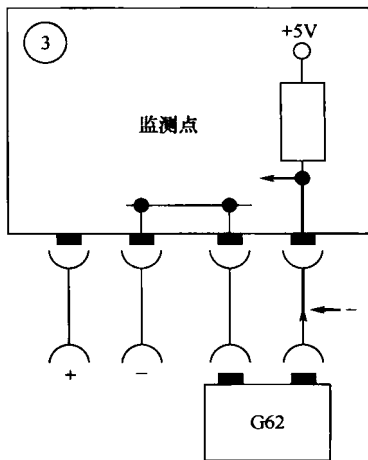

图 2-4 冷却液温度传感器接地短路
(3) 接地短路 控制单元输入给冷却液温度传感器上的电压为0V, 这个电压相当于温度值大于120℃。当接地短路时(如导线的绝缘材料被磨透), 冷却液温度传感器在输入端上的电压等于0V(搭铁), 如图2-4所示。